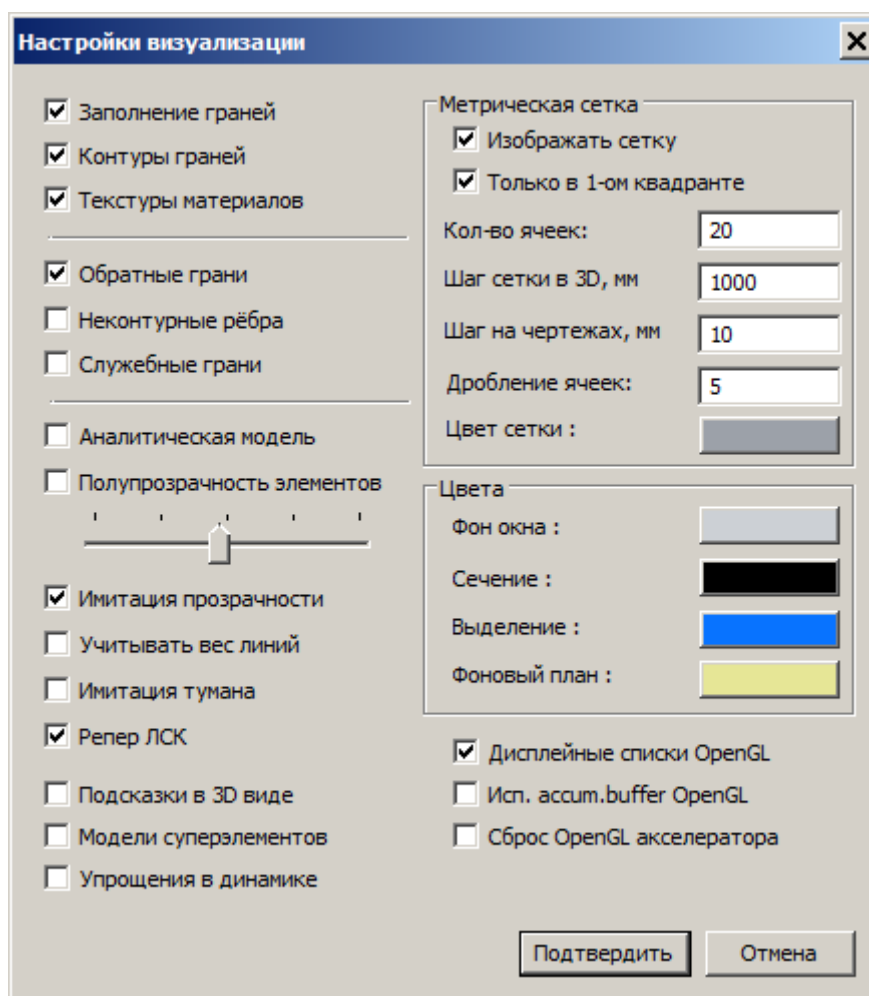

Рис. 23.3. Диалоговое окно **Настройки визуализации**
- В открывшемся диалоговом окне **Настройки визуализации** следует задать следующие характеристики (рис.23.3):